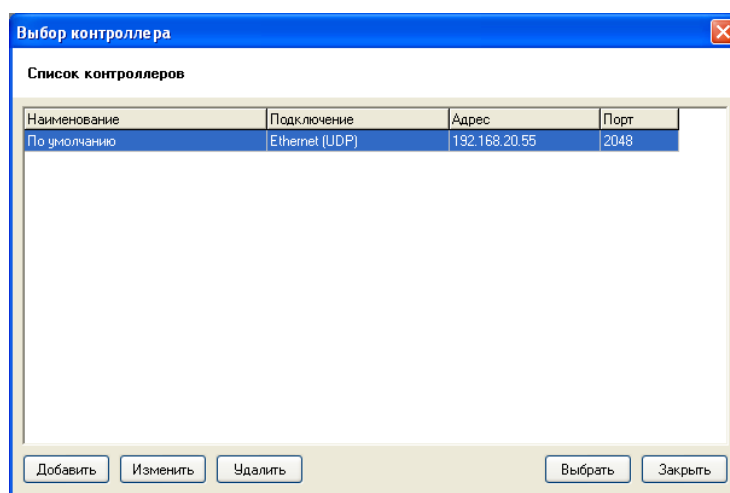

Рисунок 30
- 5) Выберите пункт меню "Контроллер/Получить конфигурацию из контроллера". Откроется окно "Выбор контроллера" (см. Рисунок 30).